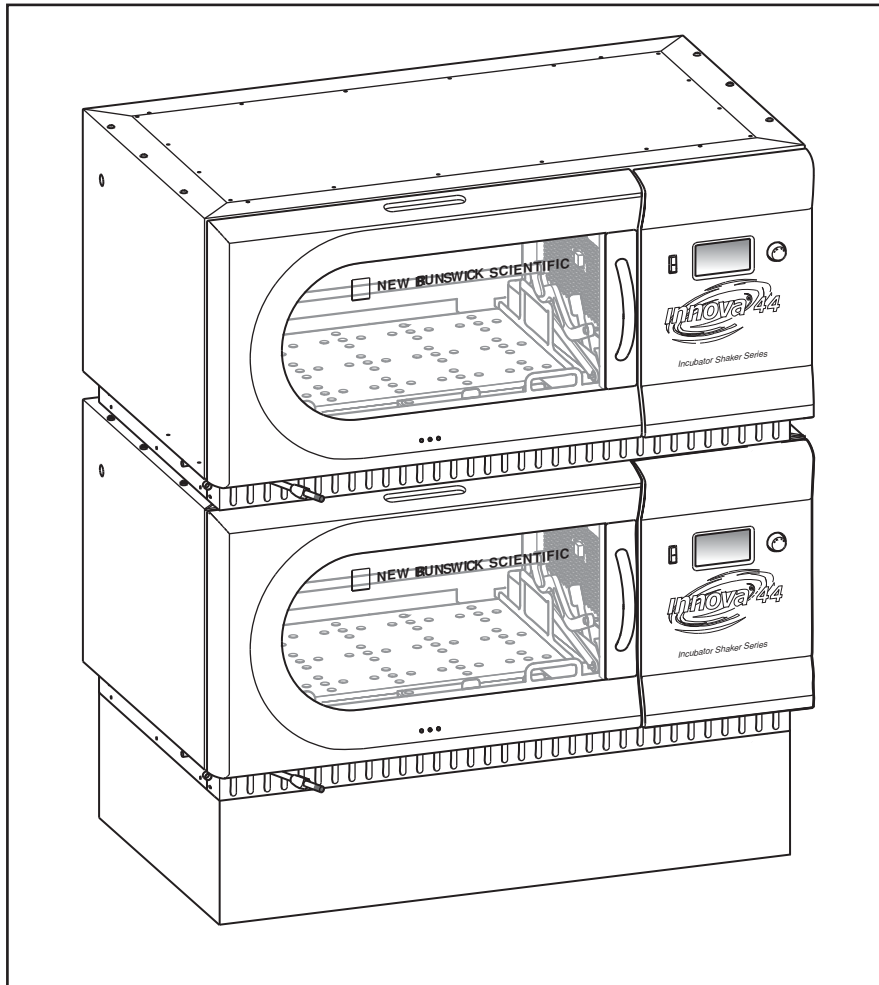

Fig. 6-7: Shakers empilhados
4. Como indicado em (aqui Fig. 6-7 na pág. 30), fixar o fundo do shaker superior nos suportes (já fixados ao shaker inferior) com os parafusos, anéis de mola e vedações.